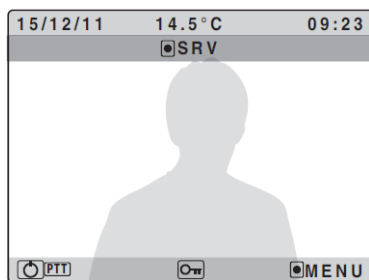

Fig.3c
- Om de secundaire service in te schakelen houd u de  knop ingedrukt tot het activatie signaal ontvangen wordt Fig.3c.